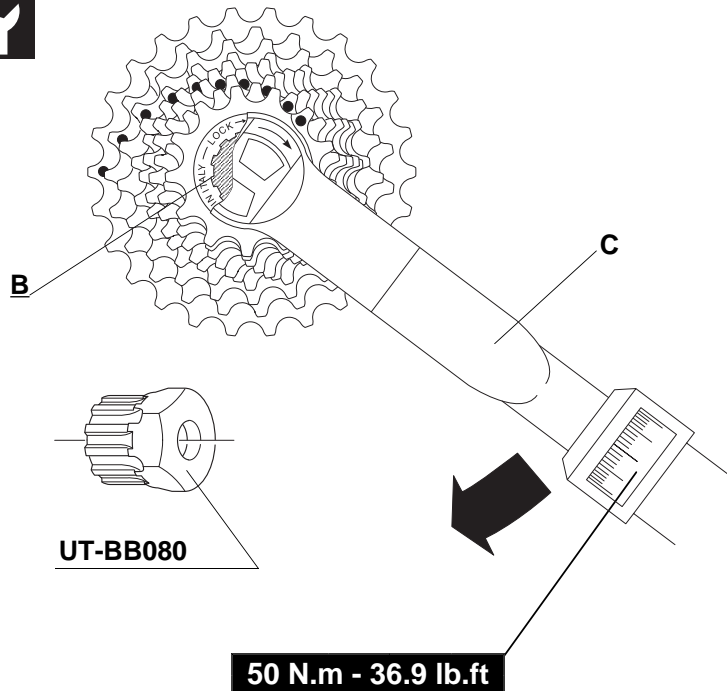

Fig. 7
I • Serrate la ghiera (B - fornita in dotazione con il mozzo) sul corpo ruota libera a 50 N.m. con l'utensile (cod. Campagnolo UT-BB080) utilizzando la chiave dinamometrica (C - Fig. 7).
GB • Tighten the lock ring (B - supplied with the hub) to 50 Nm. with the tool (Campagnolo UT-BB080) using the torque wrench (C - Fig. 7).
D • Den Schließring (B - wird mit der Nabe mitgeliefert) mit dem Campagnolo Werkzeug (Art. N. UT-BB080) und dem (C) Drehmomentschlüssel mit 50 N.m. anziehen (Abb. 7).
F • Serrez la bague (B - fournie avec le moyeu) sur le corps roue libre à 50 N.m. avec l'outil (code Campagnolo UT-BB080) en utilisant la clé dynamométrique (C - Fig. 7).
E • Apretad la virola (B - suministrada en dotación con el buje) en el cuerpo rueda libre a 50 N.m con la herramienta (cod. Campagnolo UT-BB080) utilizando una llave dinamométrica (C - Fig. 7).
NL • Draai de borgmoer (B - meegeleverd met de naaf) met behulp van het Campagnolo hulpstuk UT-BB080 vast op de cassettebody met een moment van 50 Nm, hierbij gebruik makend van een steeksleutel (C - Fig. 7).